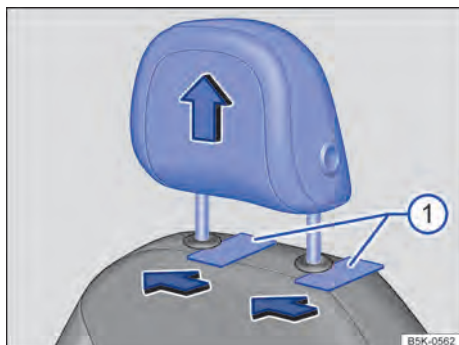

Fig. 50 Desinstalar o apoio para cabeça dianteiro.
- Para desbloquear, empurrar um objeto chato, por exemplo, cartão de plástico, entre o revestimento do encosto do banco e as capas de cobertura das barras guia do apoio para cabeça $\Rightarrow$ Fig. 50 ①, enquanto uma segunda pessoa puxa totalmente para baixo apoio para cabeça.